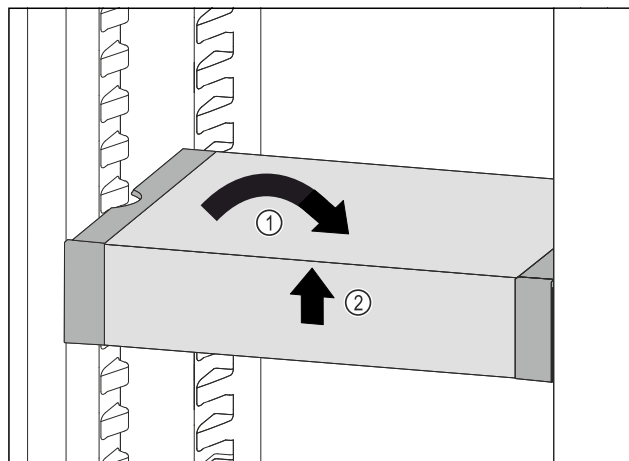

Fig. 177
- Установите VarioSafe прямо. Fig. 177 (1)
- Приподнимите VarioSafe спереди. Fig. 177 (2)